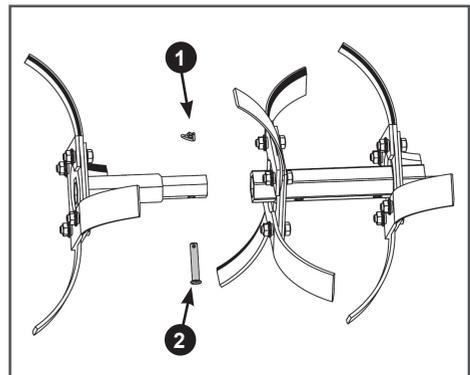

Рис. 18. Соединение основной и дополнительной секций фрезы
6. Соедините основную и дополнительную секции фрезы. Вставьте хвостовик дополнительной секции фрезы в основную секцию, совместите отверстия, вставьте палец 2 и зафиксируйте палец шплинтом 1 (Рис. 18).